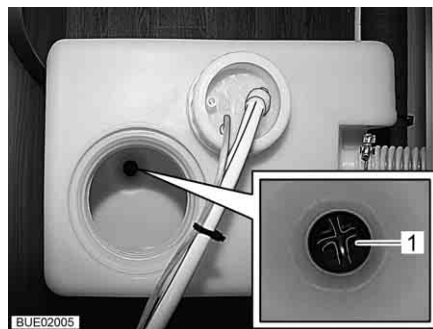

Fig. 189 Serbatoio dell'acqua (25 l)
- Aprire la chiusura sul fondo della tanica mediante un cacciavite a stella (Fig. 189,1).